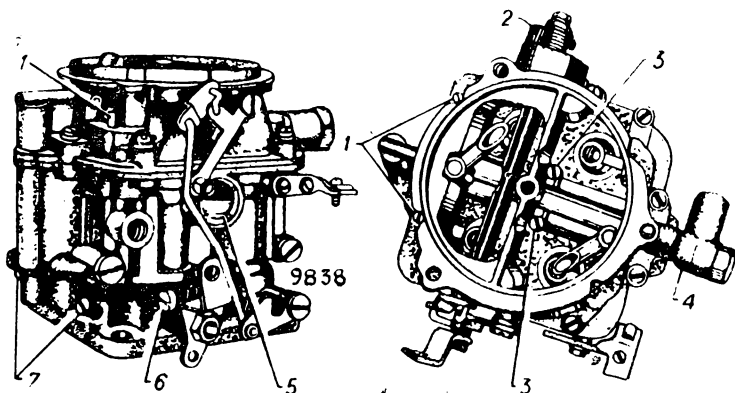

Рис. 17. Виды на карбюратор сбоку и сверху:
- завернуть до упора (не туго) винты 7 (рис. 17), изменяющие состав смеси, затем отвернуть каждый на $2\frac{1}{2}$ оборота;